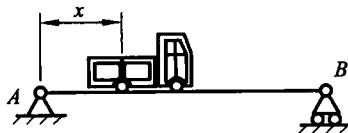

图 2.18
14. 如图 2.18 所示，汽车停在长为 20 m 的水平桥上，前轴载荷为 10 kN，后轴载荷为 20 kN。试问汽车后轮到支座 A 的距离 x 为多大时，方能使支座 A 、 B 所受的压力相等？汽车前后两轴间距离等于 2.5 m。